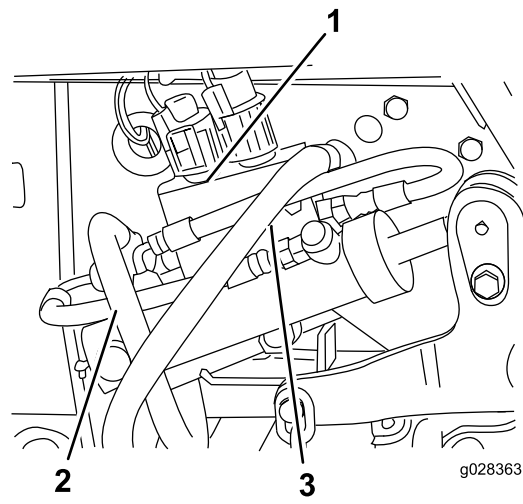

Figura 37
11. Desligue a mangueira do depósito da válvula de controlo (Figura 37).